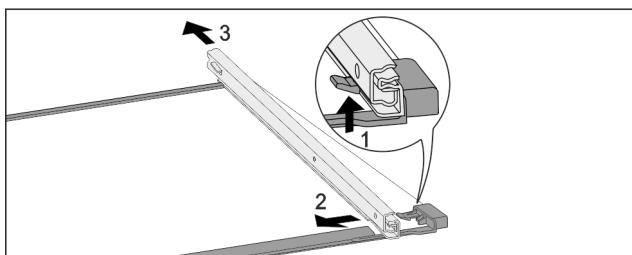

Fig. 227 Стеклопластина с направляющими
- ▶ Отожмите передний стопорный крючок вверх. Fig. 227 (1)
- ▶ Сдвиньте выдвижную направляющую в сторону Fig. 227 (2) и назад Fig. 227 (3).